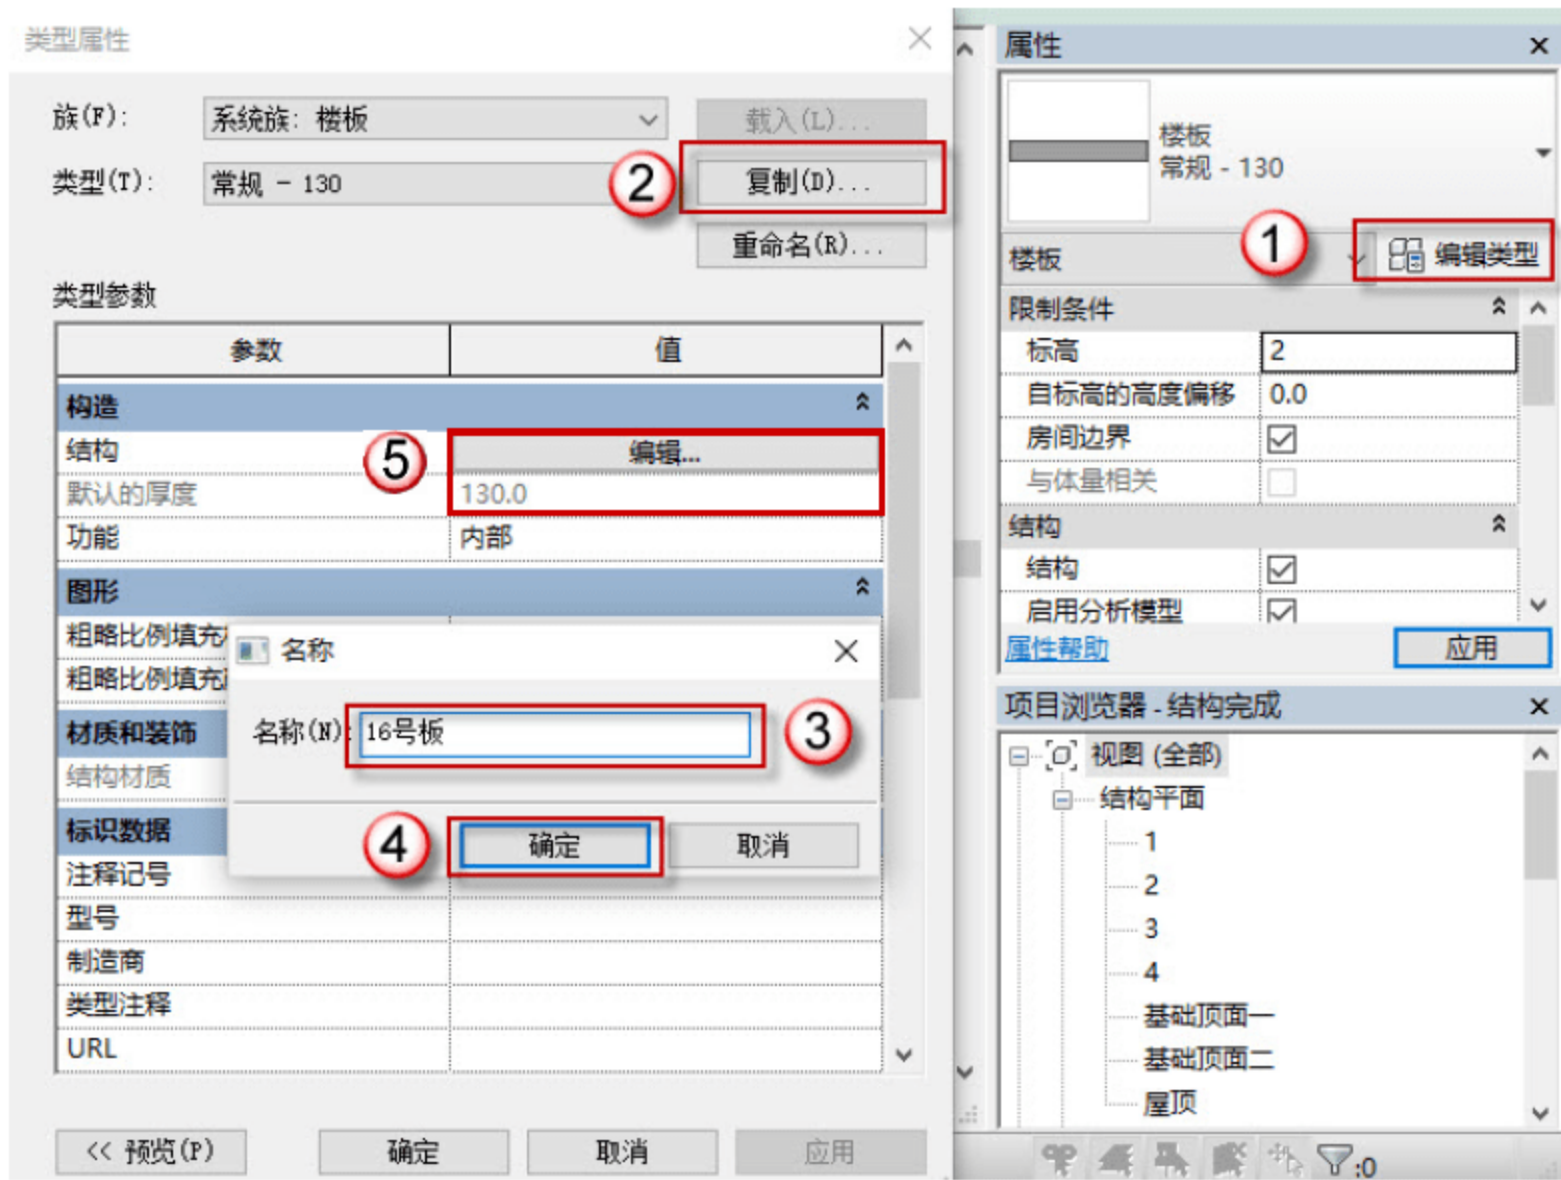

图 4.3.33 设置 16 号板参数
(8) 设置 16 号板参数，按快捷键 S+B，进入编辑模式，单击“编辑类型”按钮，在弹出的对话框中单击“复制”按钮，再在弹出的对话框中命名板号，单击“确定”按钮。单击“编辑”按钮设置参数，将板厚设置为 130，如图 4.3.33 所示。